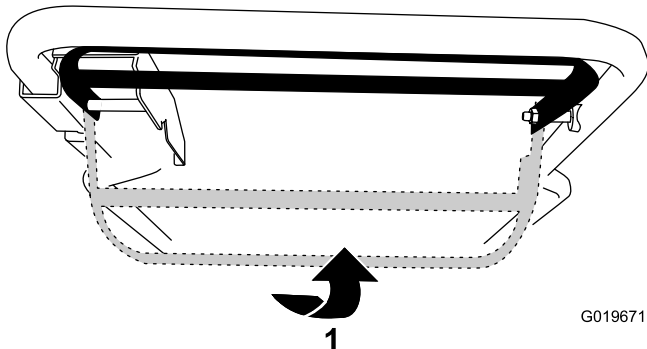

Bild 15
- **Verwenden des Selbstantriebs ohne Einkuppeln des Messers:** Drücken Sie den Schaltbügel zum Bügel (Bild 15).